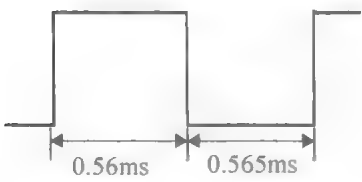

图 13.8 “0”
- “0”为 0.56 ms 的高电平+ 0.565 ms 的低电平组成，如图 13.8 所示。